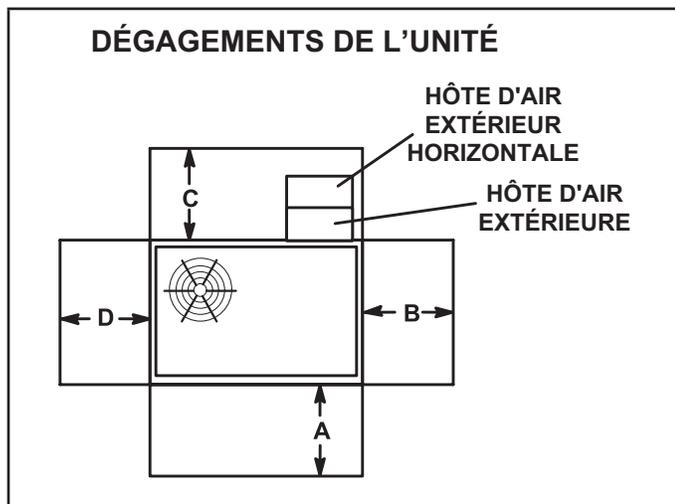

FIGURE 1
L'unité ZH est homologuée CSA comme thermopompe avec climatisation et avec ou sans chauffage électrique auxiliaire pour les installations non résidentielles uniquement avec les dégagements par rapport aux matériaux combustibles indiqués sur la plaque signalétique de l'unité et à la FIGURE 1.
- 1 - Les dégagements d'installation spécifiés doivent être respectés lors de l'installation de l'unité. Reportez-vous au FIGURE 1.